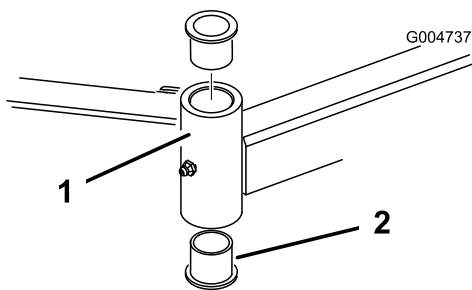

Bild 83
4. Stecken Sie einen Dorn oben oder unten in das Befestigungsrohr und treiben die Büchsen heraus (Bild 83).